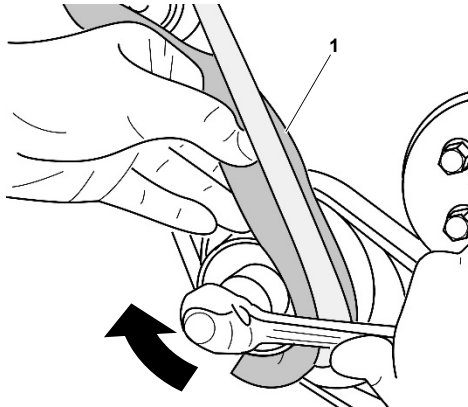

Fig. 3: Enrouler la sangle autour de la courroie d'accessoire à nervures.
3. Enrouler la sangle "1", tel que montré dans la fig. 3, autour de la courroie d'accessoire à nervures.